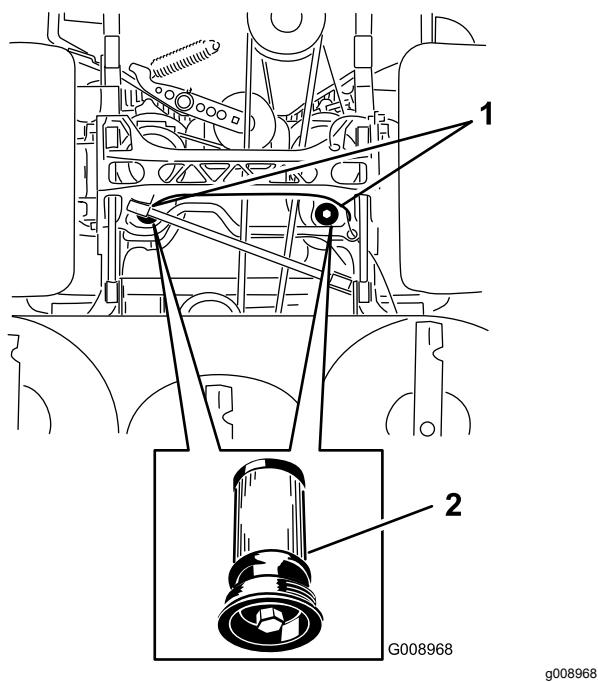

Figura 112
5. Coloque un recipiente debajo del filtro, retire el filtro usado y limpie la superficie (Figura 112).
6. Aplique una capa fina de fluido hidráulico a la junta de goma del filtro nuevo (Figura 112).